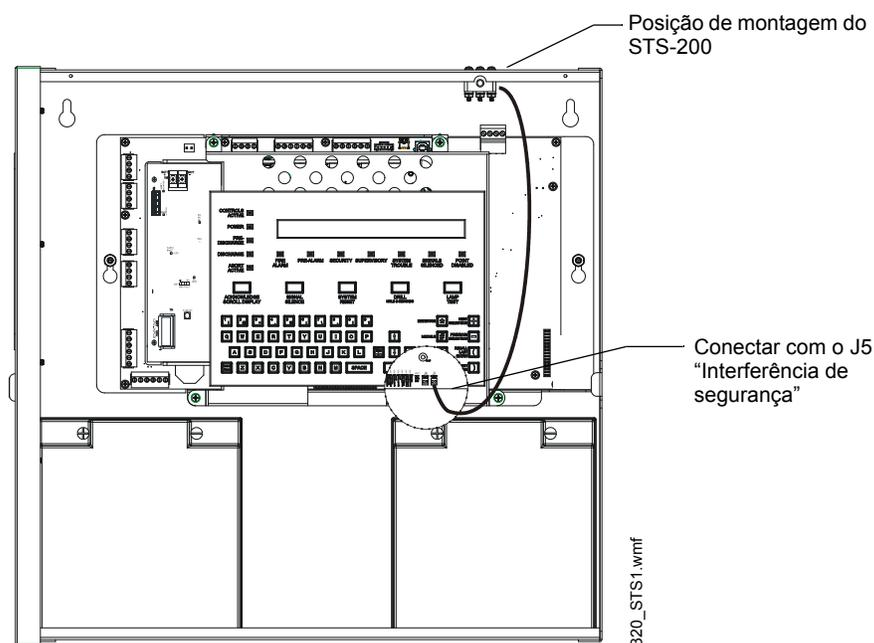

Figura 4.4 Instalação do interruptor de interferência de segurança STS-200
Para conectar o gabinete com um kit do interruptor de interferência de segurança modelo STS-200, ver a figura 4.4:
1. Instalar o interruptor de interferência de segurança STS-200 na posição da figura 4.4. Empurrar o interruptor através da abertura até bloquear em sua posição.
2. Conectar o conector STS-200 no J5 (interferência de segurança) no painel de controle. (Como mostrado na figura 4.4, o J5 está posicionado na placa de circuitos, embaixo do ressalto do KDM-R2).